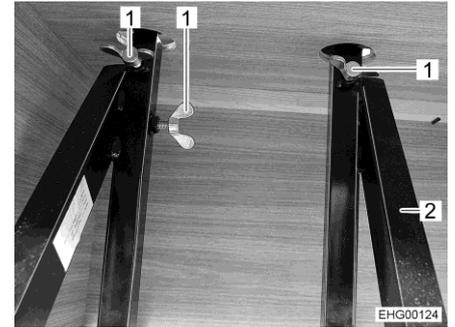

Fig. 33 Viti ad alette
- Serrare le tre viti ad alette (Fig. 33,1) sulla tiranteria (Fig. 33,2) nella base cassapanca.